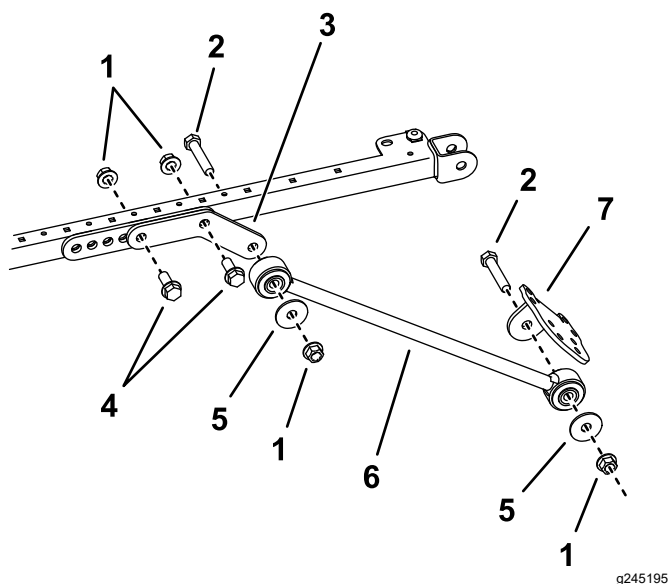

Figure 40
- De chaque côté du cadre du pare-soleil, fixez légèrement une extension dans les trous arrière et central du support à l'aide de 2 boulons ($\frac{1}{2}'' \times 1\frac{1}{2}''$) et de 2 écrous à embase ($\frac{1}{2}''$), comme montré à la Figure 40.
- Fixez un renfort à l'extérieur de chaque extension à l'aide d'un boulon ($\frac{1}{2}'' \times 2\frac{1}{2}''$), d'une rondelle ($\frac{1}{2}''$) et d'un écrou à embase ($\frac{1}{2}''$), comme montré à la Figure 40.
11. Fixez légèrement un support à chaque renfort à l'aide d'un boulon (½" x 2½"), d'une rondelle (½") et d'un écrou à embase (½"), comme montré à la Figure 40.